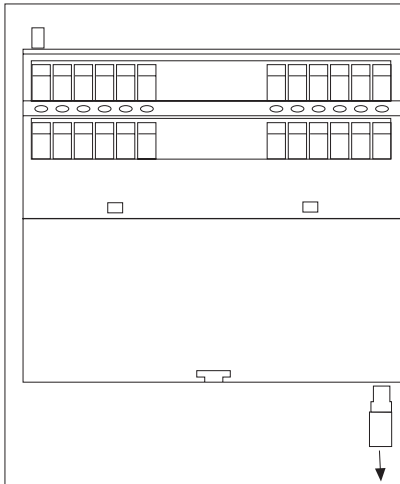

Fig. 2: Extraer el conector final/
- Extraiga la el conector final del PNOZ XM1 (Fig. 2).
- Staccare il connettore di terminazione del PNOZ XM1 (fig. 2).
- Trek de afsluitconnector uit de PNOZ XM1 (fig. 2).